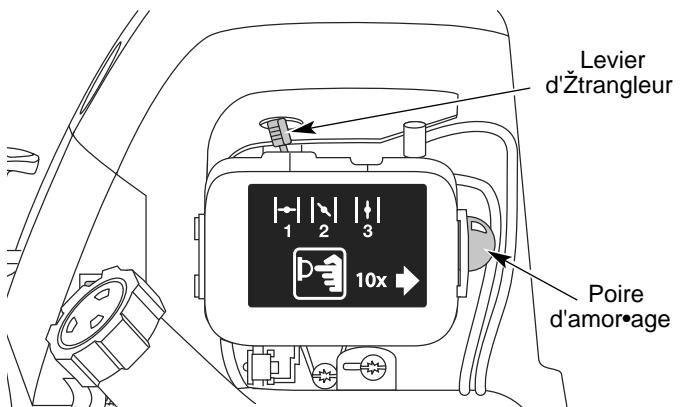

Fig. 7
4. Pressez et relâchez la poire d'amorçage 10 reprises, lentement. Une certaine quantité de carburant devrait être visible dans la poire d'amorçage et les conduites de carburant (Fig. 7). Si vous n'apercevez pas de carburant dans la poire, pressez et relâchez la poire autant de fois que nécessaire jusqu'à ce que vous aperceviez du carburant dans cette dernière.
5. Mettez le levier d'étrangleur en Position 1 (Fig. 7).